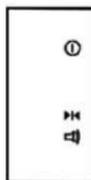

Figure 3
**Remarque:** Les voyants pour l'alimentation, la détection et le son demeureront allumés (fig.3).